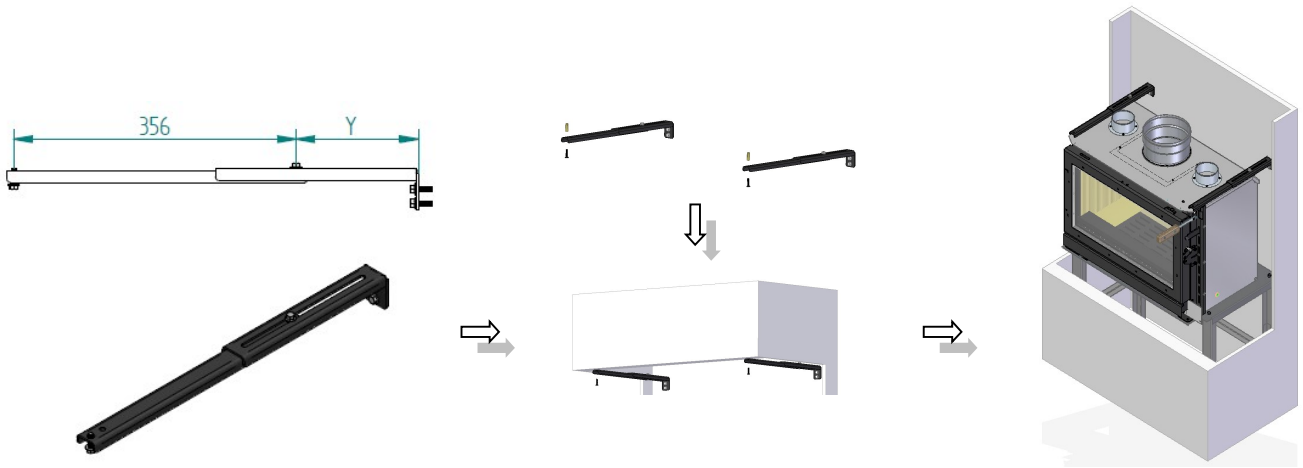

Figura 9 – Montaje de los soportes superiores - PA1090G053
8. Para aplicar los soportes superiores, antes de fijarlos a la pared, debe fijarlos en el exterior según la medida indicada en la Figura 9. La medida "Y" es la distancia que tendrá el soporte a la fijación de la pared, esta medida debe ser tomada en el lugar a instalar para posteriormente apretar el conjunto de fijación.